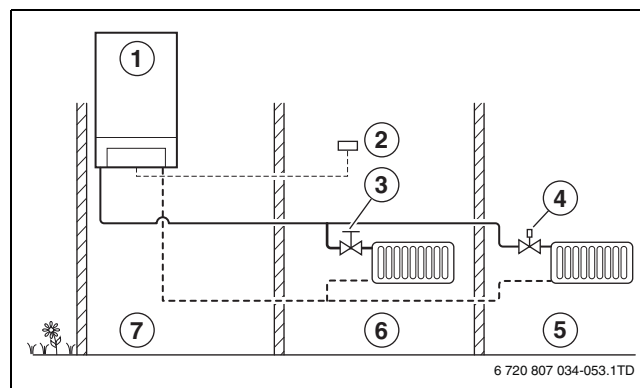

Bild 23 Regelprinzip der raumtemperaturgeführten Regelung
- Bei der raumtemperaturgeführte Regelung wird die Wunschtemperatur in 1 Raum durch die dort angebrachte Bedieneinheit (raumtemperaturgeführter Regler) geregelt. Für die richtige Temperaturregelung müssen Heizkörper mit manuellen Heizkörperventilen ausgeführt oder thermostatischen Heizkörperventilen vollständig geöffnet sein (→ Bild 23).